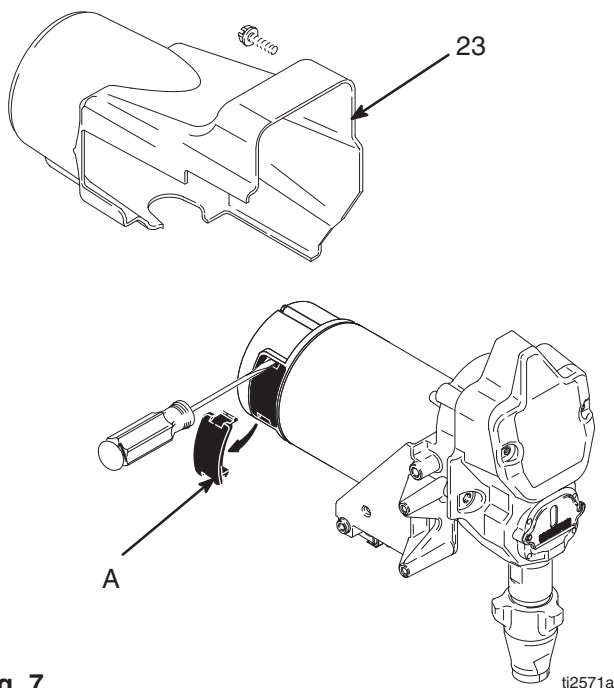

Fig. 7
3. Fig. 7. Retire el blindaje del motor (23) y las tapas de inspección (A).